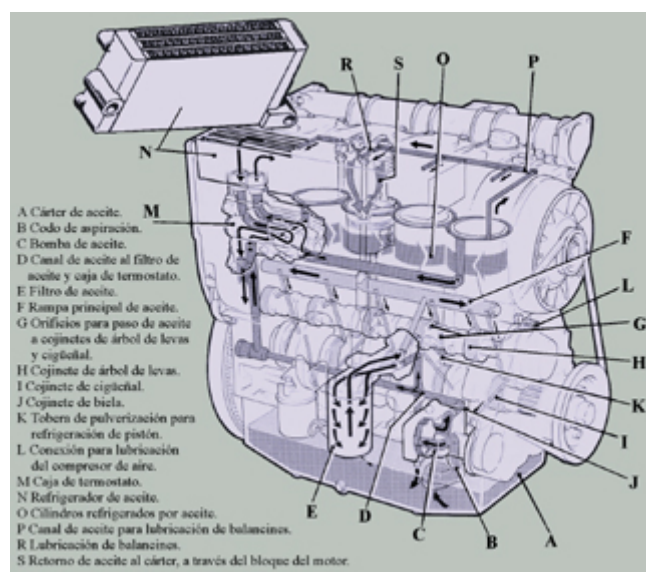

Fig. 20
Este sistema consiste en utilizar un radiador. Por su interior circulará el aceite del motor. El aceite es enviado por la bomba al radiador, donde se refrigera y continúa hacia los puntos de engrase. Este radiador dispone de una válvula térmica que impide la entrada al radiador, cuando el aceite no tiene la temperatura de funcionamiento. En la **fig. 20, (N)** indica la situación del radiador y el circuito completo de lubricación con todos sus elementos.